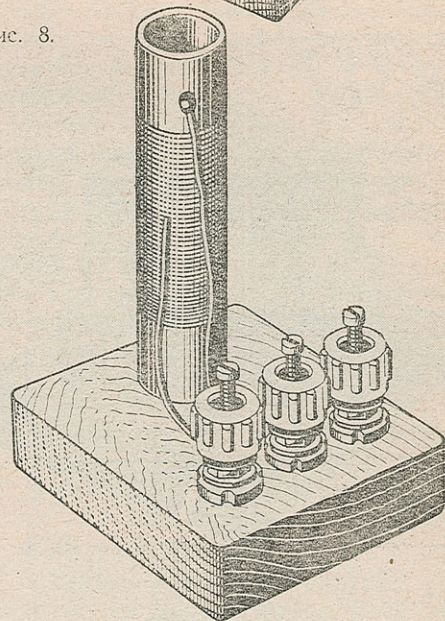

Рис. 12.
12. Катушка индуктивности. Внутренний диаметр — 20 мм (рис. 12). Обмотка выполнена проводом ПЭ-0,4, витков — 100, с отводом от среднего витка. Обозначение —  $L$ .